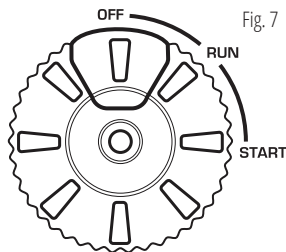

Fig. 7
3. Rotiți întrerupătorul multifuncțional în poziția „OFF” (Fig. 7).